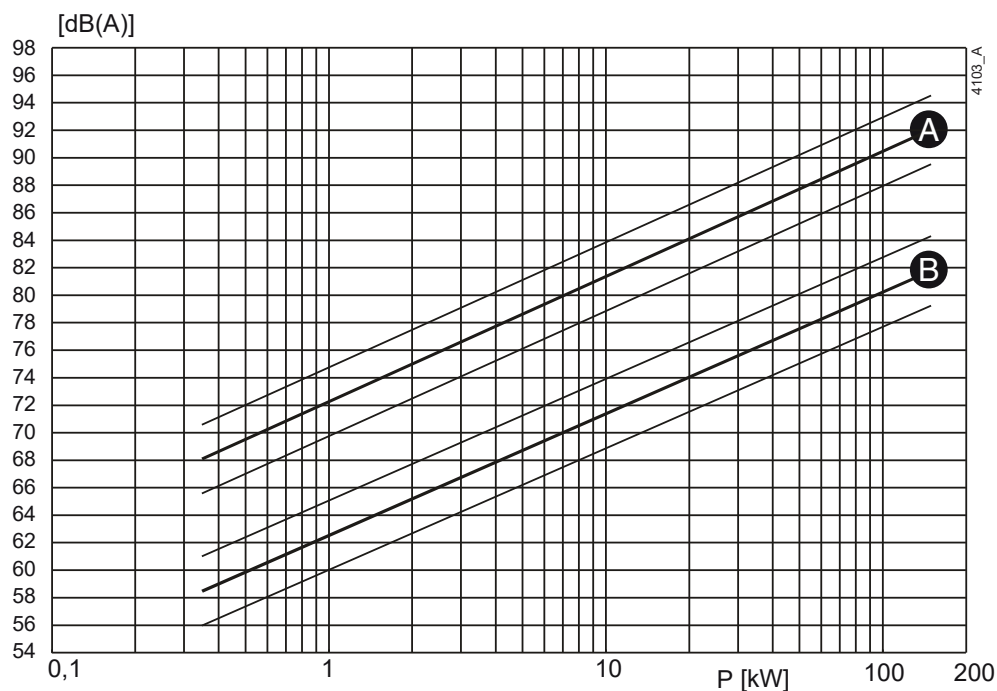
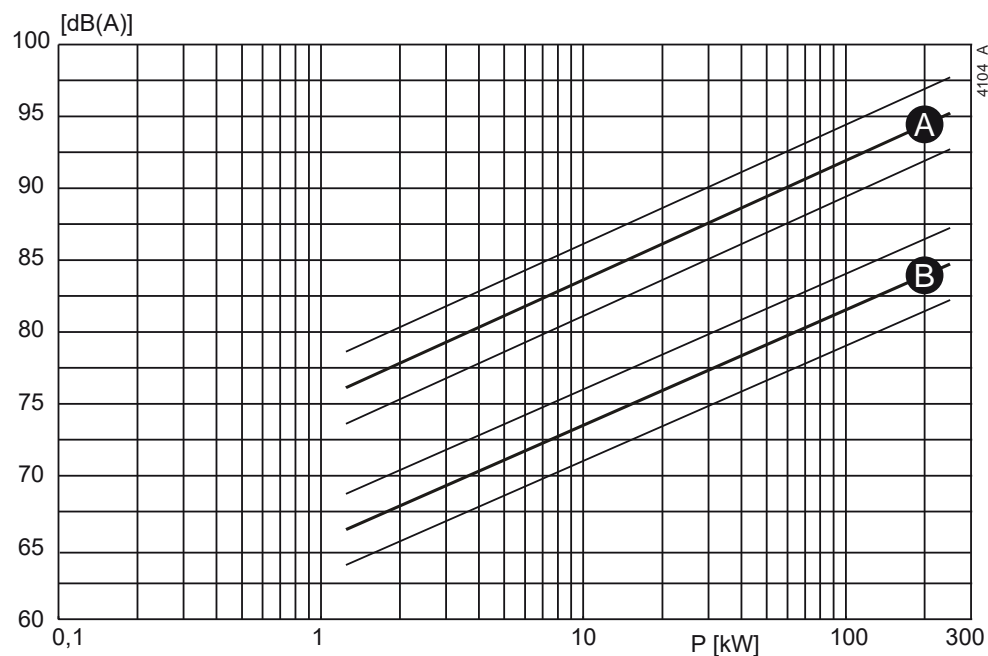

Рисунок 40: Зависимость уровня шума от мощности насоса [кВт] при 1450 об/мин
Рисунок 41: Зависимость уровня шума от мощности насоса [кВт] при 2900 об/мин
- 1 Определите уровень шума (L_1) насоса, см. рисунок 40 или рисунок 41.